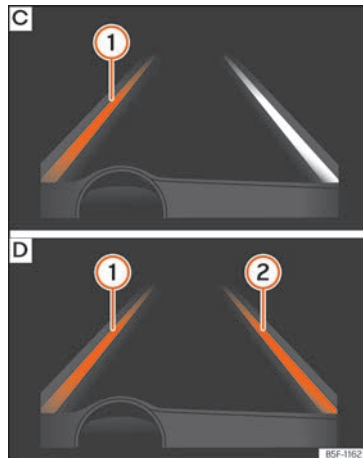

Abb. 283 Am Bildschirm des Kombi-Instruments: Bildschirmanzeige des Spurhalteassistenten [Beispiel 2].
- **Abb. 283 [C]:** System regelt; die hervorgehobene Linie ① zeigt an, dass die Gefahr einer unabsichtlichen Überschreitung der Begrenzungslinie bestand. Das System korrigiert über die Lenkung die Fahrtrichtung.
- **Abb. 283 [D]:** Die beiden hervorgehobenen Linien ① und ② leuchten gleichzeitig auf, wenn beide Begrenzungslinien erkannt sind und die Funktion adaptive Spurführung eingeschaltet ist.